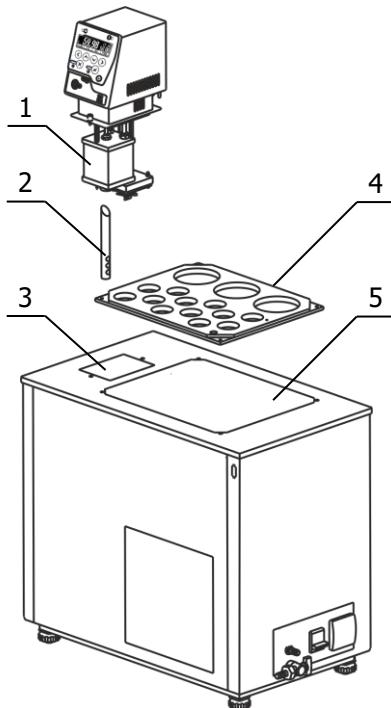
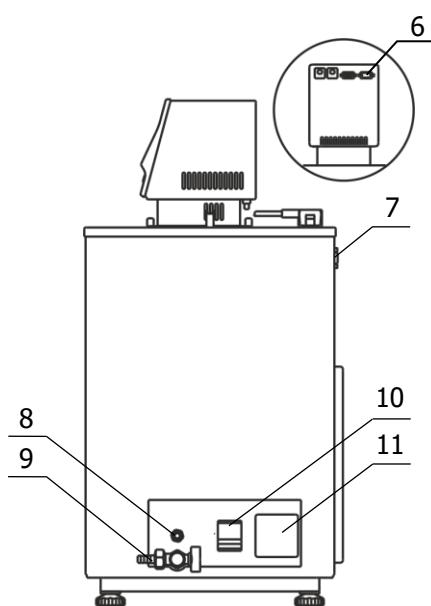

Рисунок 3 — Установка блока регулирования
Рисунок 5 — Боковая панель термостата
**2.2.3** Выходную трубку насоса 2 (рисунок 3) вставить косым срезом до упора в резервуар 1 так, чтобы выходные отверстия трубы были направлены на переднюю стенку внутренней ванны, как показано на рисунке 4, и зафиксировать трубку винтом. Такое положение выходной трубы обеспечит эффективное перемешивание теплоносителя.
**2.2.5** К переливному штуцеру 8 (рисунок 5) присоединить гибкий шланг, второй конец которого опустить в емкость для сбора излишков теплоносителя объемом 1.5–2 литра.
**2.2.6** Заполнить ванну термостата теплоносителем через отверстие над рабочей зоной 5 (рисунок 3) до момента начала слива теплоносителя из переливного штуцера 8 (рисунок 5). Температурный диапазон применения теплоносителя должен соответствовать значениям, указанным в 1.2.6.
**2.2.7** Вставить вилку сетевого кабеля блока регулирования в розетку 11 (рисунок 5). Соединить кабелем из комплекта поставки блок регулирования (разъем 6) и холодильную машину (разъем 7). Сетевой кабель термостата подключить к питающей сети. Для этого в лабораторном помещении должна быть установлена электрическая розетка из комплекта поставки термостата.
**2.2.8** Автоматический выключатель 10 (рисунок 5) перевести в положение «включено».
Причина отсутствия перемешивания — неправильная работа насоса, вызванная воздушной пробкой, образовавшейся в резервуаре 1 (рисунок 3). Для ее устранения необходимо:
2.2.10 Установить крышку 4 (рисунок 3) над рабочей зоной и закрепить винтами из комплекта поставки.
2.4.2 Надеть сливной шланг из комплекта поставки на сливной кран 9 (рисунок 5) и закрепить его хомутом. Свободный конец шланга опустить в емкость для сбора теплоносителя объемом, превышающим объем термостата.